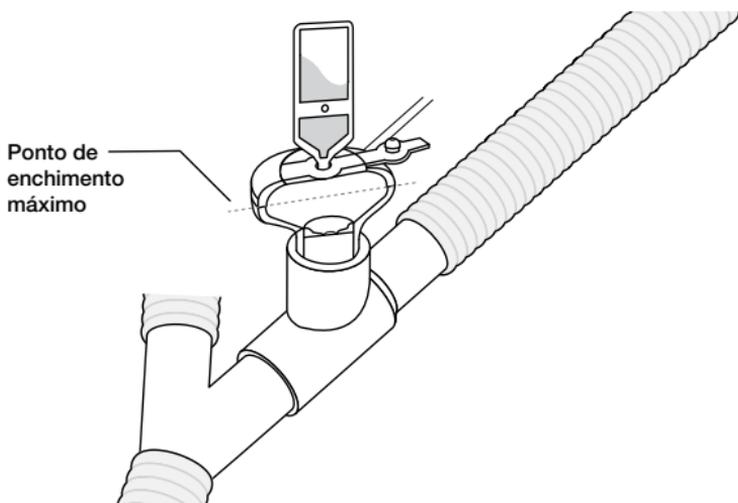

Figura 10. Enchimento do nebulizador com uma ampola pré-cheia
- Para adicionar medicamento, utilize uma ampola ou seringa pré-cheia e introduza através da porta de enchimento do nebulizador (Figura 10).
A capacidade máxima do nebulizador é de 10 ml. Não encha o nebulizador além do ponto de enchimento máximo (Figura 10). A parte de baixo da tampa para enchimento é o ponto de enchimento máximo.